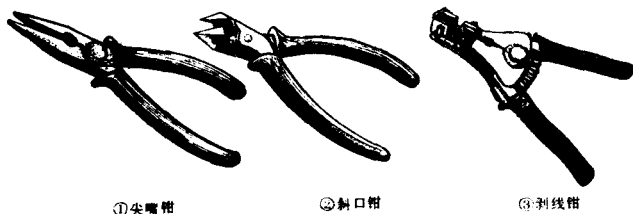

图 1-2-2 各种钳子
1. 尖嘴钳：它是维修收音机时使用最多的一种钳子。它的钳口细长便于弯扭较短线头（见图 1-2-2-①）。它常用来夹小螺丝帽、绞合硬铜线，也可用中部尖口作剪断导线之用。可用它钳住拉簧及电容电阻等元件的引线，代替金属镊钳住较大的元件。
2. 斜口钳(图 1-2-2-②): 用于剪断导线或修剪焊接后多余的线头。要注意勿用它去剪过粗的金属丝, 否则容易损坏刀口或使钳头变形。
3. 剥线钳(图 1-2-2-③): 它是用来快速剥去导线外面塑料包线的工具。在使用时要注意选好孔径, 切勿使刀口剪伤内部的金属芯线。